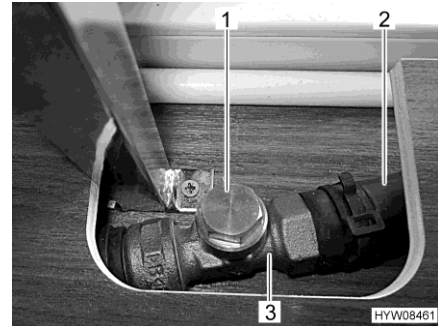

Bild 175 Drossel (geöffnet)
- Umgehungsleitung (Bild 175,2) hinter der Drossel (Bild 175,3) anfassen. Der Schlauch muss handwarm sein.